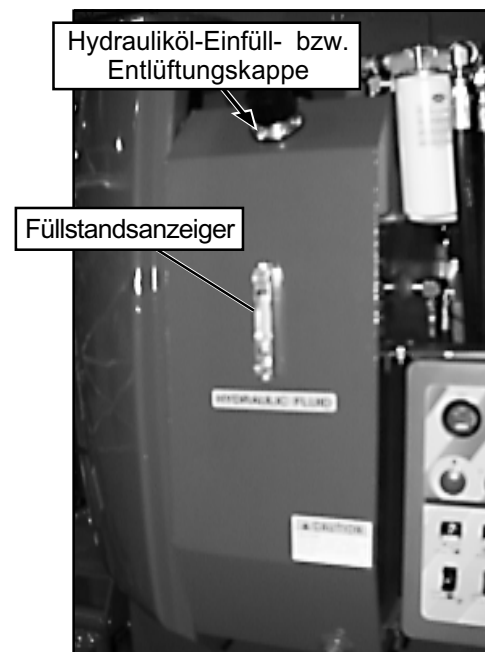

Abbildung 9: Hydrauliköl-Einfüll- und Entlüftungskappe
1. Füllstand am Schauglas auf der rechten Seite im Motorraum prüfen, wobei die Plattform vollständig abgesenkt sein muß. (Abbildung 9)